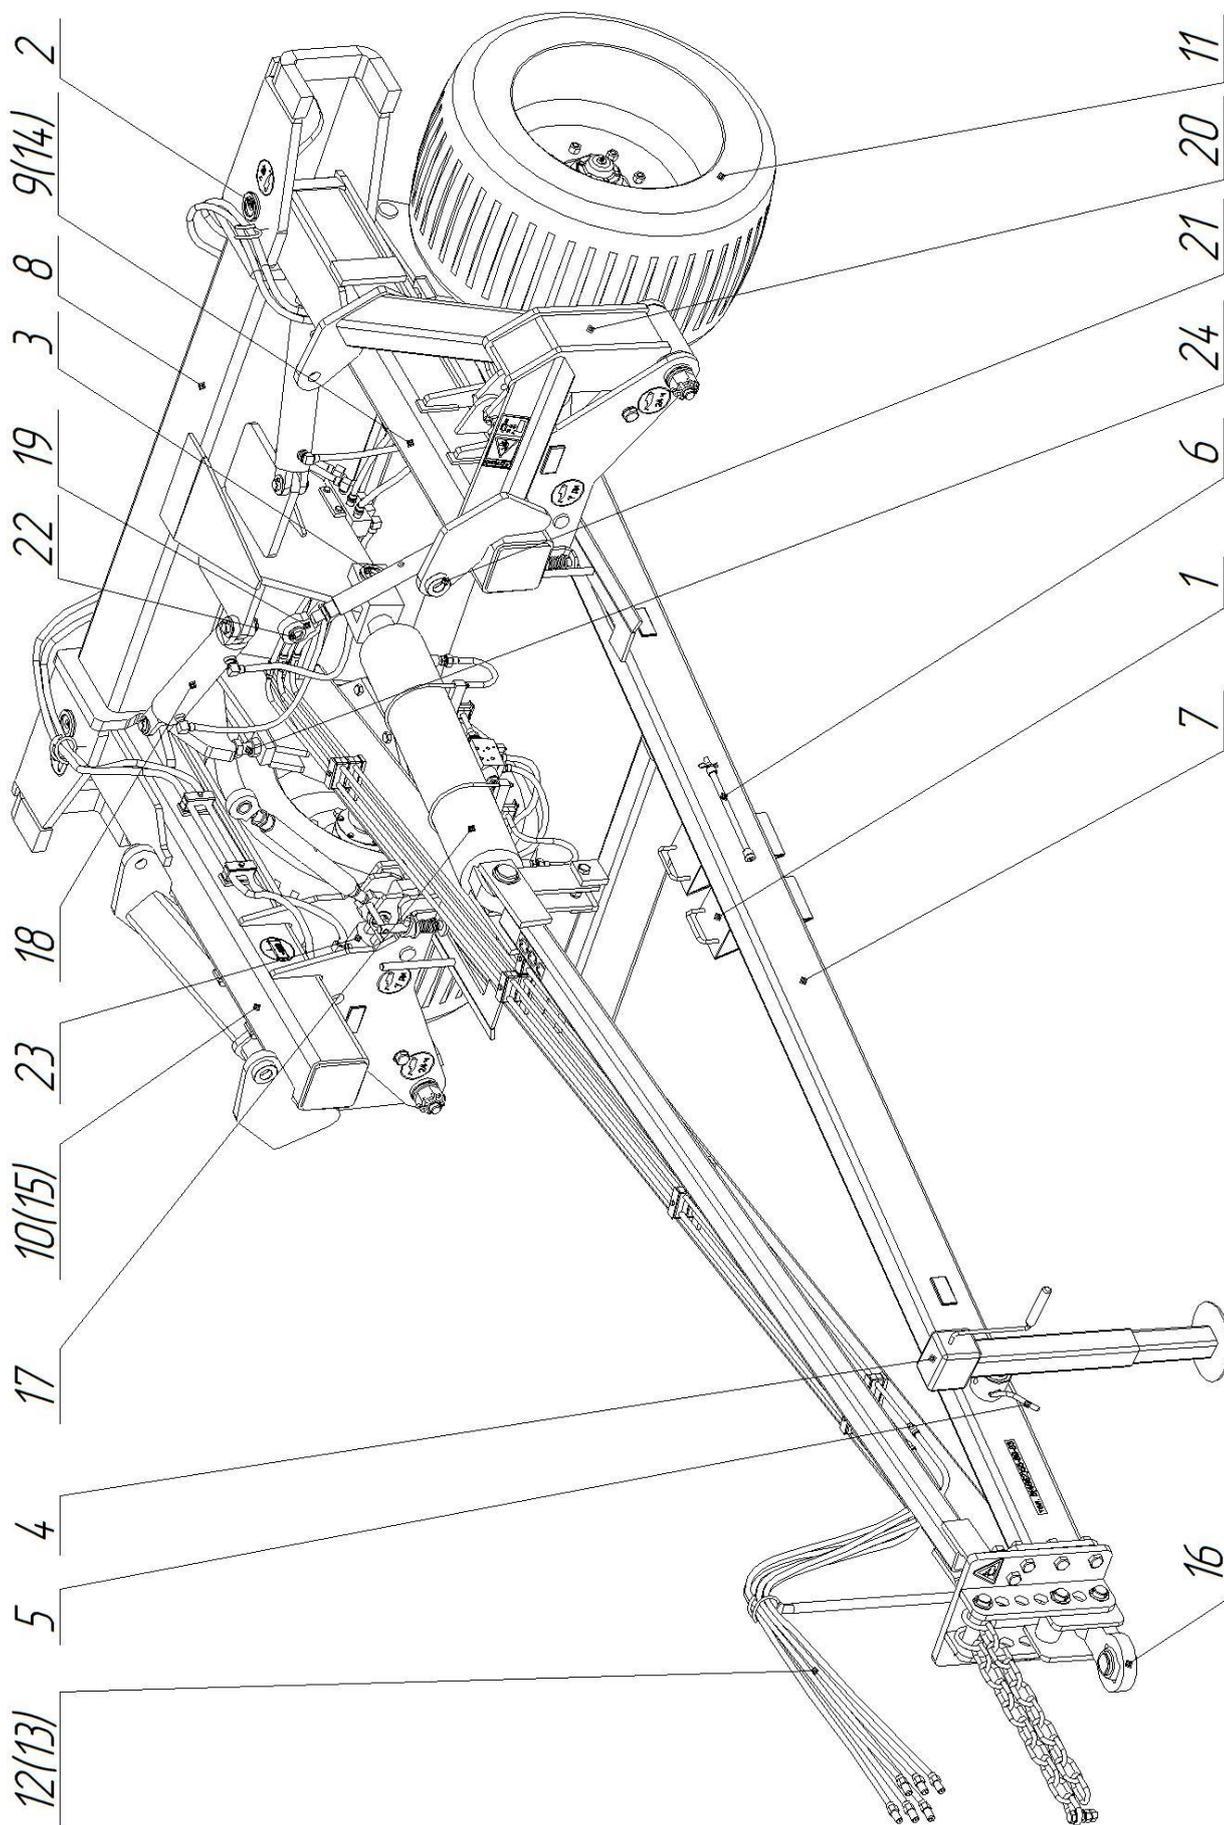

Рисунок 2 - Сложенное транспортное положение СНК
Примечание – смотрите рис. 2.
2.3.2 Основным установочным и скрепляющим узлом СНК является остов 7 (см. рис. 2). Прицепное устройство (серьга 16) расположено в передней части остова и оснащено страховочными цепями. Снизу к остову 7 крепится с помощью фланцев шасси 11. Сверху на остов крепится балка средняя 8, имеющая возможность вращаться на  $\approx 90^\circ$  в вертикальной плоскости. Поворот в вертикальной плоскости обеспечивается гидроцилиндром 17, также установленным на остове 7. С левого и правого торцов балки средней 8 установлены соответственно крыло левое в сборе 9(14) и крыло правое в сборе 10(15). Крылья с помощью цилиндров 18 имеют возможность поворачиваться на  $\approx 90^\circ$ , выстраиваясь в прямую линию вместе со средней балкой. Для агрегатирования на крыльях предусмотрены талреп 19, навеска 20 и шайбы 21 и 22. Регулировка длины талрепа осуществляется рукояткой 6. Вылет навески 20 регулируется цилиндром 23, который при работе обеспечивает копирование рельефа. Болты 24 необходимы для регулировки высоты крыльев.
– гидроцилиндрами 18 повернуть крылья рамы СНК. При работе необходимо следить за соударением прикатчиков и, при необходимости, разводить агрегаты в стороны цилиндрами навески 23 (рис.2).
#### 2.3.3.2 Складывание в транспортное положение (рисунок 2):
Если при складывании СНК крылья ударяются о фиксаторы и не доходят до положения, в котором срабатывает защелка, необходимо поднять крылья с помощью болтов 24 см. рис. 2 (ослабить контргайку и повернуть болт против часовой стрелки). Нужно обеспечить заход крыльев до положения, в котором срабатывают защелки. Если крылья слишком высоко проходят над фиксатором и защелки не срабатывают, необходимо опустить крылья (повернуть болт 24 по часовой стрелке). После регулировки необходимо затянуть контргайку.
3.3.1 Подвести трактор задним ходом к серье 16 (рисунок 2) и сцепить раму СНК с трактором. Поднять стойку 4 вверх, зафиксировав ее стопором 5.
3.3.6 Совместить проушины талрепов 1 с отверстиями в раме агрегата путем вкручивания/выкручивания талрепа с помощью рукоятки 6 (рис. 2). Зафиксировать штырями.
3.3.9 Работа начинается с плавного набора необходимой скорости (см. табл. 1) и одновременного заглубления рабочих органов. В конце гонки необходимо выглубить гидроцилиндрами 23 (см. рис. 2) рабочие органы из почвы и развернуться на следующую гонку.
4.1 Все работы по техническому обслуживанию необходимо производить либо со снятыми агрегатами, либо с установленными, но в рабочем (разложенном) положении, на ровной площадке с установленными под колеса рамы противооткатами и установленной в стояночное положение стойкой 4 (рис. 2).